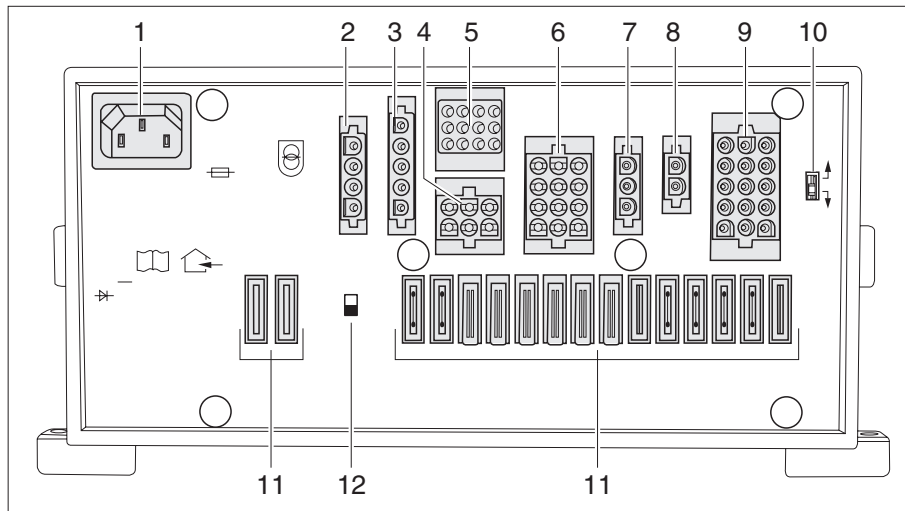

Bild 63 EI-block (EBL 119)
Batteri-brytaren (Bild 63,12) kopplar bort samtliga 12 V-förbrukare i bodelen, inklusive säkerhets-/avtappningsventil. Därigenom förhindras långsam urladdning av bodelsbatteriet om fordonet inte används under längre tid (t.ex. tillfällig avställning).
- ▶ Batteribrytaren (Bild 63,12) trycks uppåt: Batteri På.
- ▶ Batteribrytaren (Bild 63,12) trycks nedåt: Batteri Av.
Med batteriväljaren (Bild 63,10) kan el-blockets laddningsmodul ställas in för fordonets bodelsbatteri ("bly-gel", "bly-syra" eller AGM).